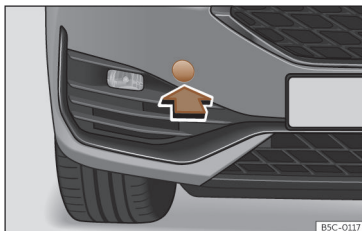

Fig. 47 No lado direito do para-choques dianteiro: retirar a tampa.
O alojamento para a argola de reboque enroscável encontra-se na parte direita do para-choques dianteiro, atrás de uma tampa » **Fig. 47.**
- Retire a tampa fazendo pressão na zona inferior da mesma e deixe-a pendurada no veículo » **Fig. 47.**